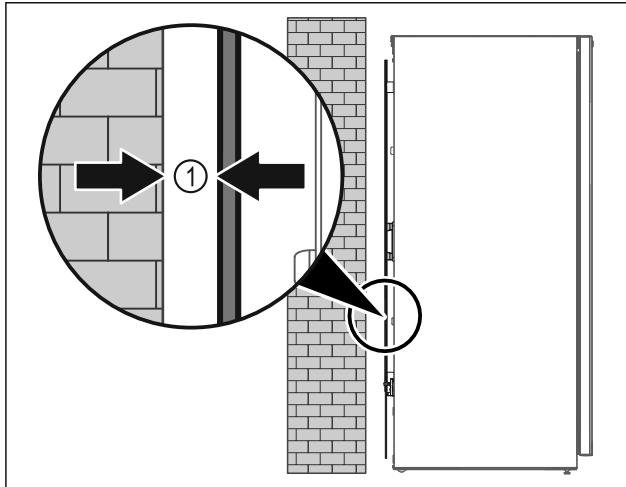

Fig. 37
► 冰箱可以自由放置在房间内，也可以直接靠墙壁放置，最小距离 5 mm Fig. 37 (1)。